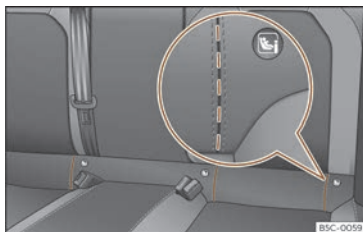

Fig. 31 Asento traseiro: Rañuras troqueladas para acceder aos aneis de fixación ISOFIX/iSize.
>>> **fig. 31**. Os aneis Top Tether están situados na zona posterior dos respaldos posteriores
- Proceda previamente á apertura manual da parte acuñada situada detrás das ranhuras marcadas para ter acceso ás argolas de suxeición»» fig. 31.